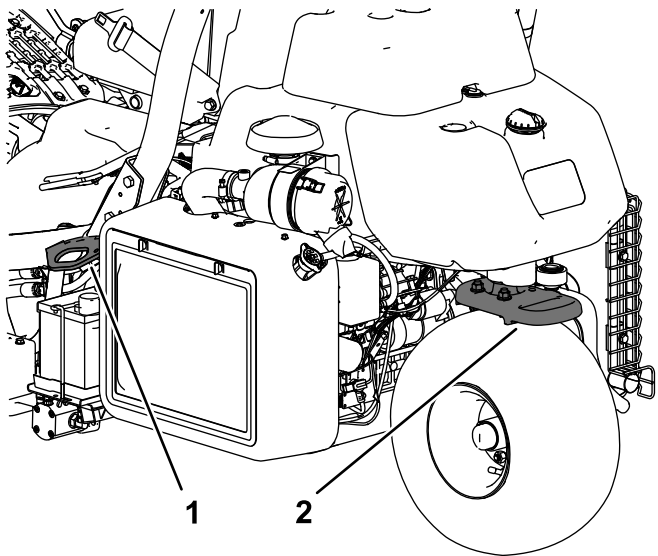

Figura 27
- Amarre la máquina firmemente con correas, cadenas, cables o cuerdas. Tanto las correas delanteras como las traseras deben orientarse hacia abajo y hacia fuera respecto a la máquina (Figura 27).